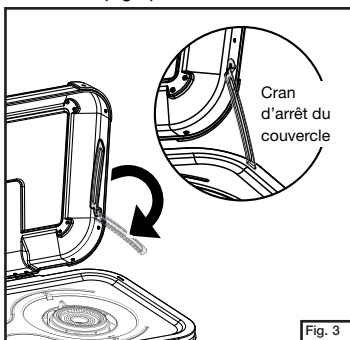

Fig. 3
- Fixer le cran d'arrêt du couvercle sur le réchaud. (Fig. 3)